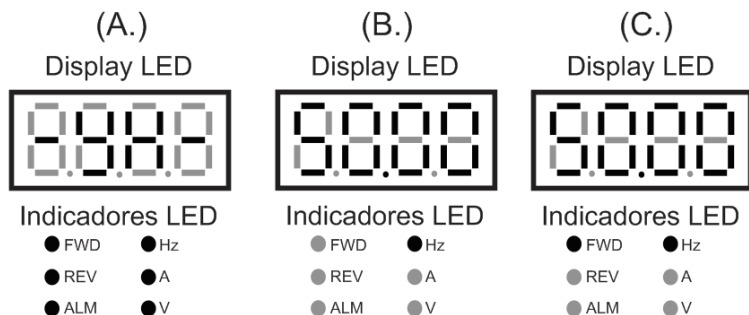

Fig. 4-6 Apresentação de parâmetros no display LED
O display LED (Fig. 4-5) apresenta os parâmetros do inversor em modo de espera e operação (Ver função F3.43), parâmetros das funções em modo de programação (Ver capítulo 6) e código de falhas no modo de alarme (Ver grupo F6). A Fig. 4-6 (A) mostra a inicialização do inversor após a sua energização.
Quando o inversor estiver em modo de espera, o display irá apresentar os parâmetros de acordo com a função F3.44 (geralmente o parâmetro b-01 - frequência atual ajustada), conforme mostra a Fig. 4-6 (B).
O inversor entra em operação após receber um comando válido de partida e assim o display passará a apresentar os parâmetros de acordo com a função F3.43 (geralmente o parâmetro b-00 – frequência de saída atual), conforme mostra a Fig. 4-6 (C).